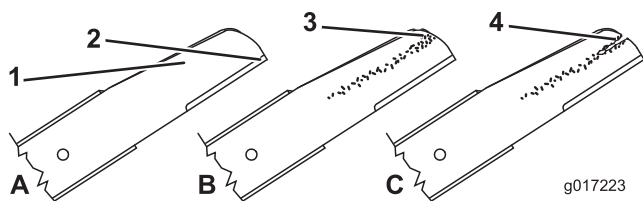

Figure 41
1. Examinez le tranchant des lames (Figure 41). Si elles ne sont pas tranchantes ou présentent des indentations, déposez les lames et affûtez-les ou remplacez-les.
2. Inspectez les lames, surtout la partie relevée (Figure 41).
Remarque: Remplacez immédiatement toute lame endommagée, usée ou qui présente une entaille (Figure 41).